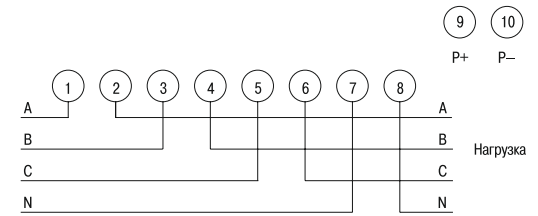

Рисунок 2. Схема подключения счётчиков типа STAR 301
6.5. Произведите подсоединение входящих и отходящих линий в соответствии со схемой на внутренней крышке клеммной колодки и на рис. 2, 4 и 5 Приложения А.